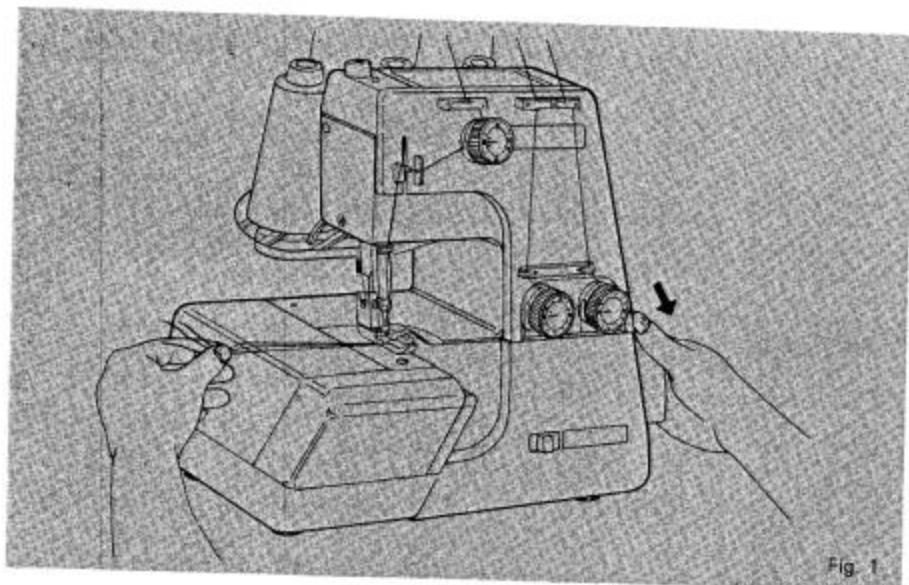

Fig. 1
Trek alle uiteinden van het garen naar links, zoals afbeelding 1 laat zien.
2. Laat de persvoet zakken. Trek zachtjes aan de draadeinden met uw linkerhand en draai het handwiel een paar slagen naar u toe, zonder dat er stof onder de persvoet ligt. U kunt zo controleren of de juiste steek gemaakt wordt. (Fig. 1)